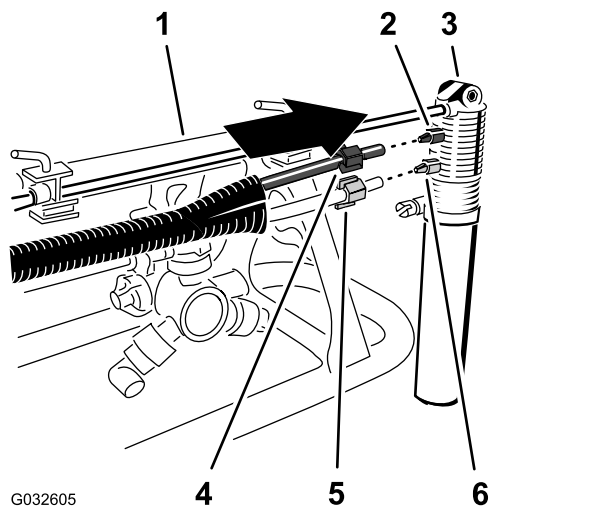

Figure 23
1. Glissez l'écrou à compression bleu au bout du tube bleu et l'écrou à compression blanc au bout du tube transparent (Figure 23).
2. Placez le bout du tube transparent muni de l'écrou à compression blanc devant le raccord à compression blanc de la buse du traceur à mousse, et serrez l'écrou à la main (Figure 23).
3. Placez le bout du tube bleu muni de l'écrou à compression bleu devant le raccord à compression bleu de la buse du traceur à mousse, et serrez l'écrou à la main (Figure 23).